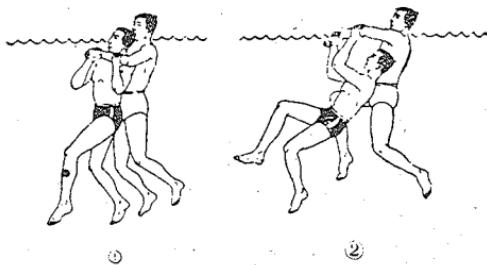

图 16
被溺者从后方抱住时，先用右手握其左手腕，左手握其左肘（图16①），然后右手下拉，左手上升，将头从溺者腋下脱出（图16②）。然后采用上述方法救护上岸。